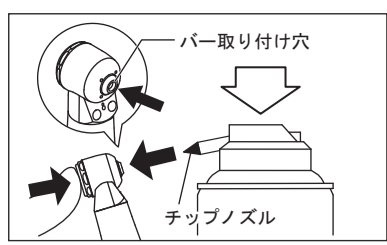

図7
- 2) プッシュボタンを軽く押しながらバーの取り付け穴へ直接スプレー注油を行います(図7)。